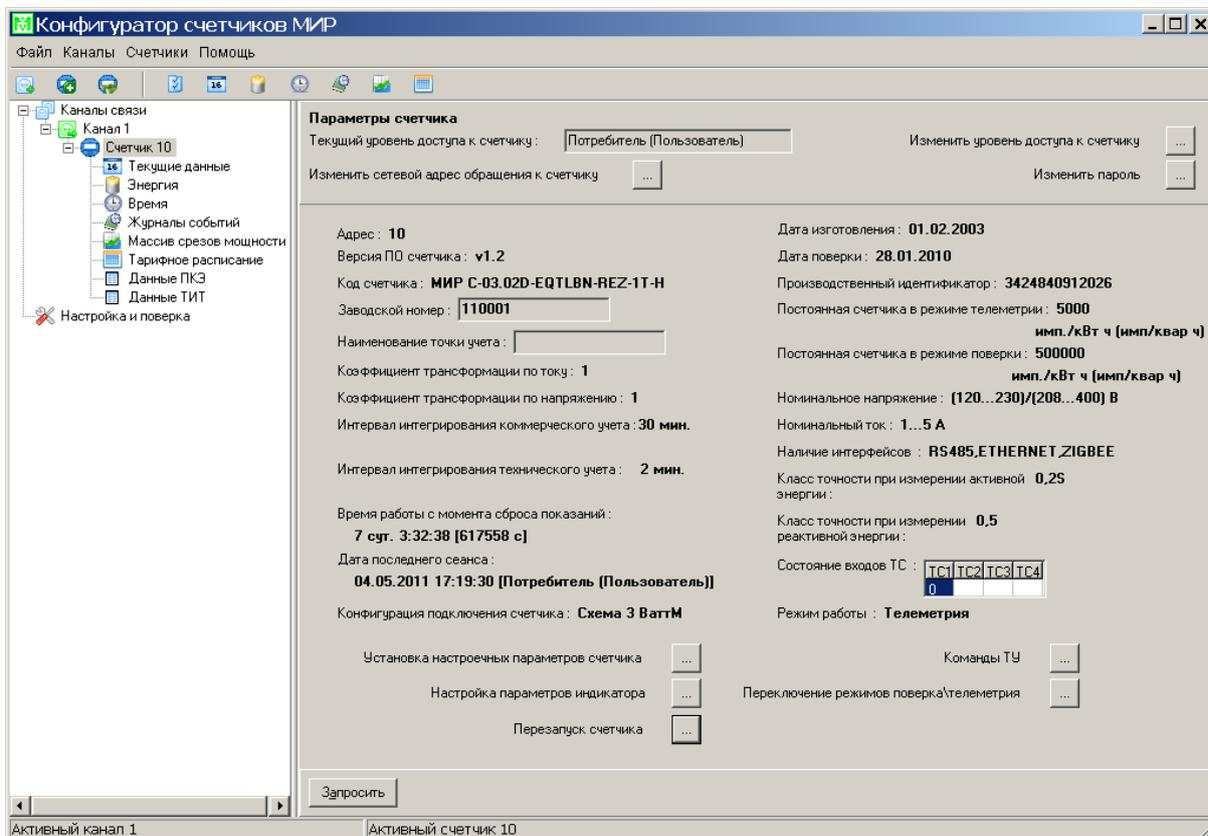

Рисунок 3.9
3.3.3.1 Изменение параметров доступа к счетчику (адреса обращения к счетчику и уровня доступа к счетчику) осуществляется на панели *Параметры счетчика* (рисунок 3.9).